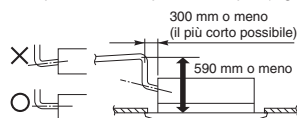

Fig. 3-12
- Se è necessario aumentare l'altezza della tubazione di scarico, essa può essere innalzata fino ad un'altezza massima di 590 mm dal fondo del soffitto. Non alzarla più di 590 mm; ciò provocherebbe perdite d'acqua. (Fig. 3-12)